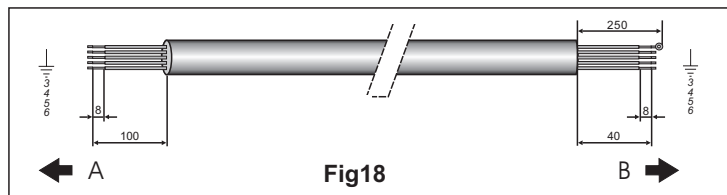

Fig. 18 A. EXTERIEUR B. INTERIEUR
2. Préparez les extrémités du câble à fils multiples (7) pour le branchement comme indiqué à la fig. 18.